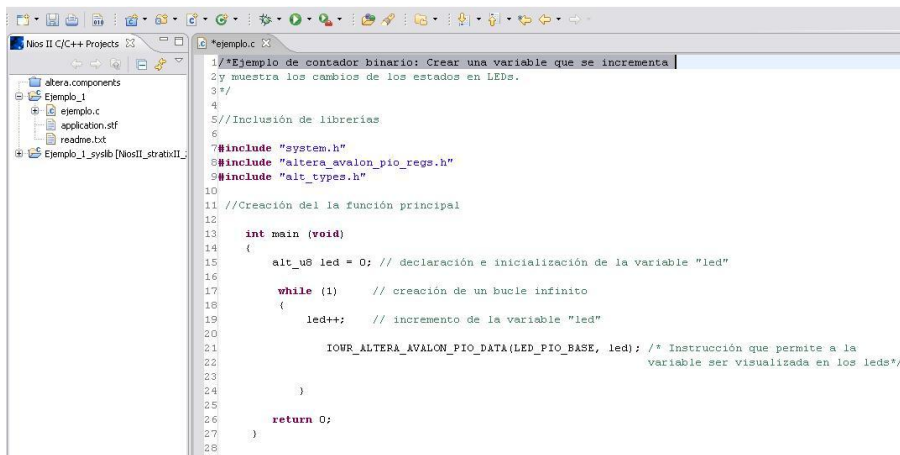

Figura D53 Ventana de creación de código
5. A continuación, en el entorno de desarrollo de Nios II SDK, en la carpeta de nuestro proyecto aparece el archivo .C donde procedemos a codificar, Figura D53.